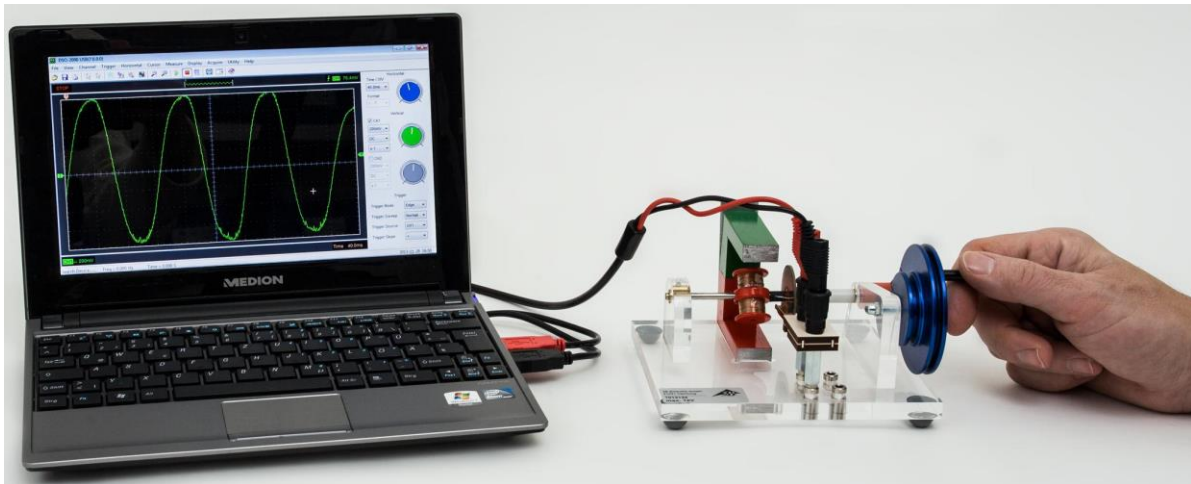

Fig. 5 Funzionamento come generatore di corrente alternata con oscilloscopio USB
- Inserire il collettore di corrente sulla coppia di jack sinistra nel campo dei jack sulla piastra di base (vedere Fig. 5).